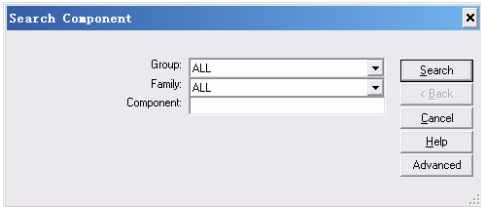
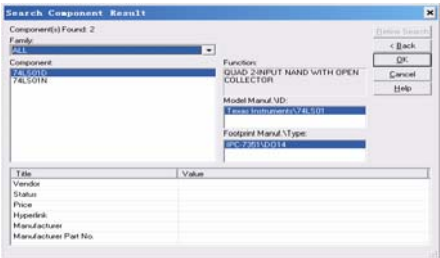

图 4-7 “Search Component”对话框
图 4-8 元器件搜索结果
1) Search 按钮：本按钮的功能是搜索元器件，单击该按钮，系统弹出“Search Component”对话框，如图 4-7 所示。在文本框中输入元器件的相关信息即可查找到需要的元器件。例如，输入“74”，搜索结果如图 4-8 所示。